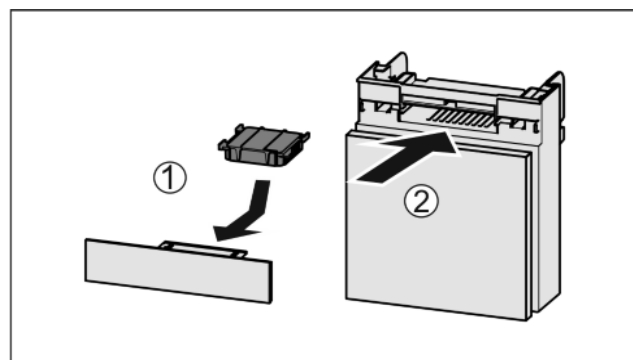

Fig. 45
- ▶ Pange Fig. 45 (1) aktiivsõefilter joonise järgi sisse.
- ▶ Lükake Fig. 45 (2) laegas sisse.